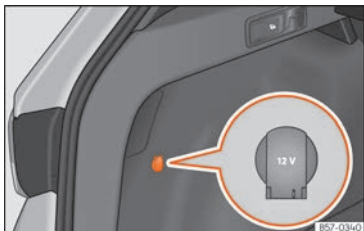

Abb. 169 Ausschnitt aus der Seitenverkleidung des Gepäckraums: 12-Volt-Steckdose.
- Die Abdeckkappe der Steckdose anheben »» **Abb. 169**.